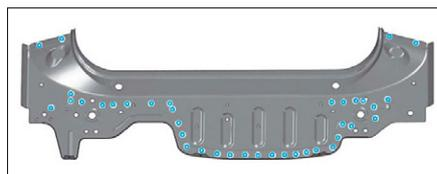

FIG. 178
- Tracer puis percer au Ø 7 mm pour soudage ultérieur par points bouchons (Fig.178).